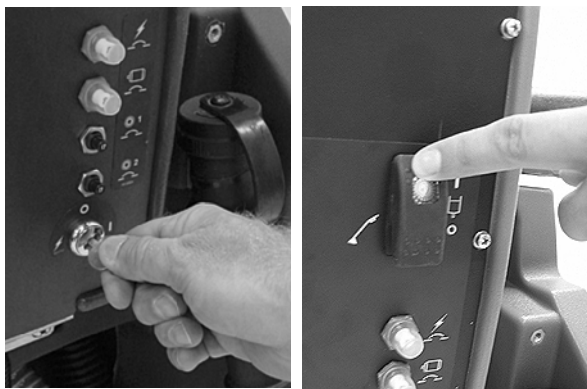

FIG. 6
1. Tournez la clé et le bouton de distribution de solution en position on ( I ) (Figure 6).